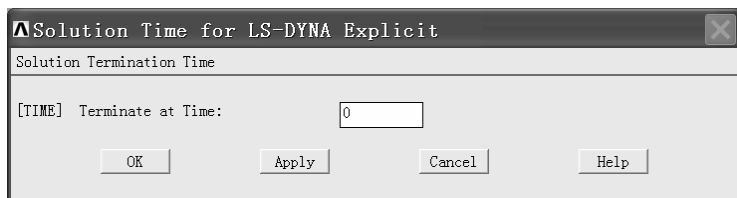
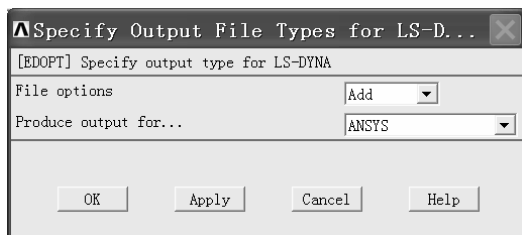

图 3-189 “Solution Time for LS-DYNA Explicit” 窗口
图 3-190 “Specify Output File Types for LS-D...” 窗口
(1) 依次选择 Main Menu>Preprocessor>Solution>Time Controls>Solution Time，弹出“Solution Time for LS-DYNA Explicit”窗口（见图 3-189）。
(2) 在“Solution Time for LS-DYNA Explicit”窗口中“[TIME] Terminate at Time:”后的方框中输入“0.05”，然后单击该窗口中的“OK”按钮。
(3) 依次选择 Main Menu>Preprocessor>Solution>Output Controls>Output File Types，弹出“Specify Output File Types for LS-D...”窗口（见图 3-190）。